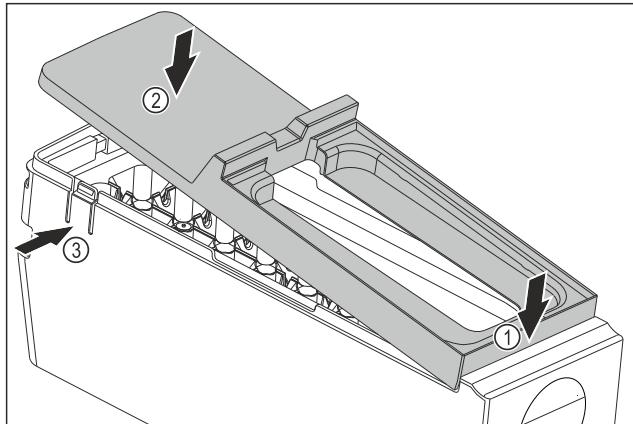

Fig. 109
- Встановіть кришку корпусу EasyTwist-Ice: Прикріпіть кришку спереду. Fig. 109 (1)
- Опустіть кришку ззаду. Fig. 109 (2)
- Кришка зі звуком фіксується в обох виступах Fig. 109 (3).